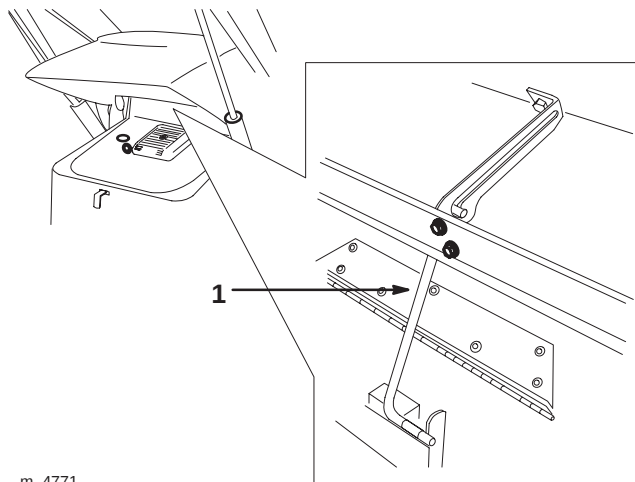

Figure 20
1. Tirez sur la barre qui maintient le capot ouvert et abaissez le capot (Fig. 20).